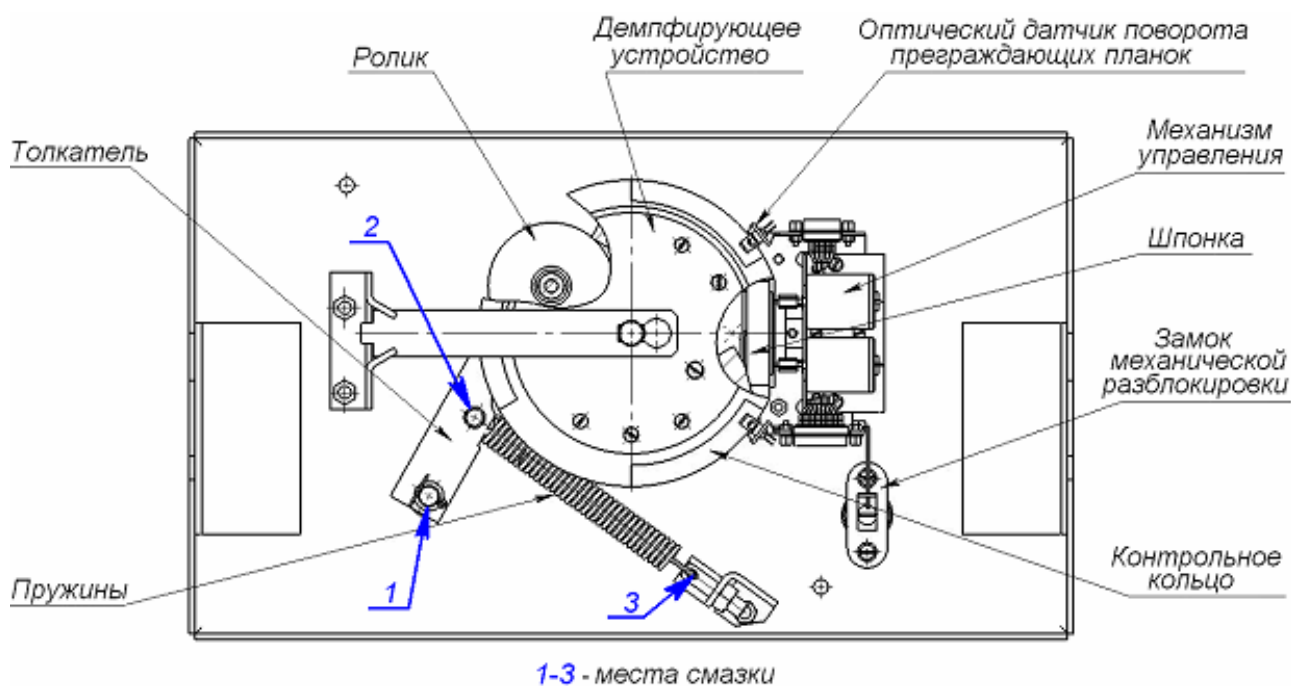

Рисунок 15. Расположение внутренних деталей и узлов механизма турникета
2. Снимите крышку (3) в порядке, указанном в разд. 6 «Маркировка и упаковка», положите ее на ровную устойчивую поверхность;
3. Осмотрите устройство доворота (толкатель, пружины и ролик), оптические датчики поворота преграждающих планок и демпфирующее устройство (см. рис. 15).
5. Выполните смазку узлов трения механизма турникета смазкой ШРУС-4. Не допускайте попадания смазки на поверхность кольца контрольного и на ролик. Смазка производится в следующих точках (см. рис. 15):
- механизмы секретности замка механической разблокировки (7) и замка крышки (4) со стороны замочной скважины.
7. Проверьте крепление преграждающих планок (5), для этого:
- отверните отверткой винт M4×25 крепления крышки (6) и снимите крышку;
9. Установите на место крышку (3) (см. разд. 6); установка крышки не требует применения больших физических усилий, замок крышки запирается нажатием на механизм секретности без поворота ключа.